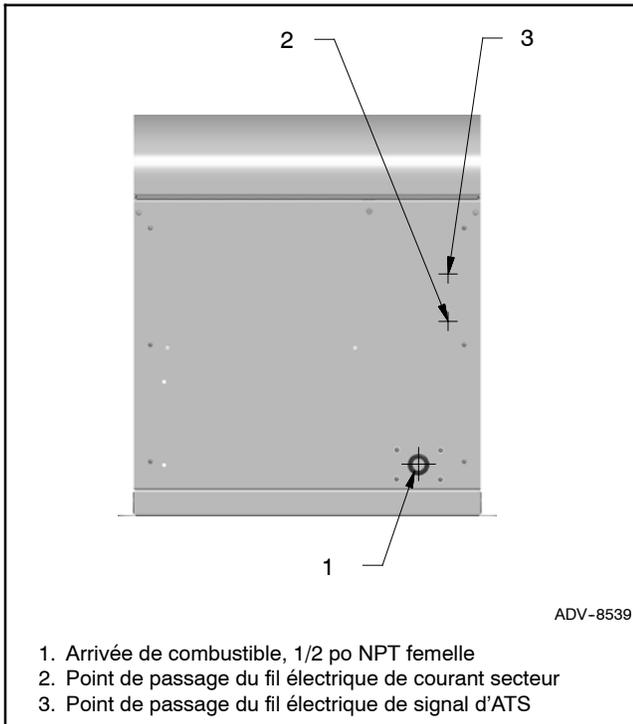

Figure 1-16 Emplacements des passages de fils électriques
Percer ou poinçonner des trous dans l'enceinte pour les conduits électriques aux emplacements indiqués à la Figure 1-16.
1. Percer les trous pour les raccords de conduit. Voir les emplacements préconisés pour les traversées électriques à la Figure 1-16. Tirer les câbles à travers les ouvertures.